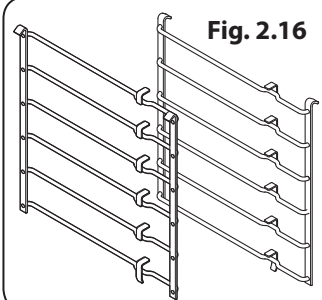

Fig. 2.17
1. Le bras de glissière en position fermée, placez l'ouverture de la fente arrière supérieure sur le support latéral (**Fig. 2.17**). N'allez pas plus loin que l'ouverture à ce stade.
2. Levez le devant du bras de glissière afin de placer la fente avant contre le support latéral (**Fig. 2.17**).
3. Poussez le bras de glissière vers l'arrière du four. Le crochet à l'avant se lèvera et s'abaissera pour bien maintenir en place le bras de glissière (**Fig. 2.17**).